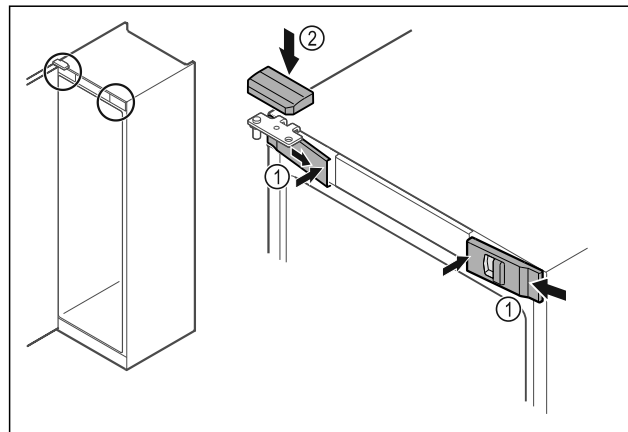

Fig. 50
- ▶ Зацепите боку и защелкните передние крышки Fig. 50 (1) с внутренней стороны.
- ▶ Защелкните верхнюю крышку Fig. 50 (2) сверху.